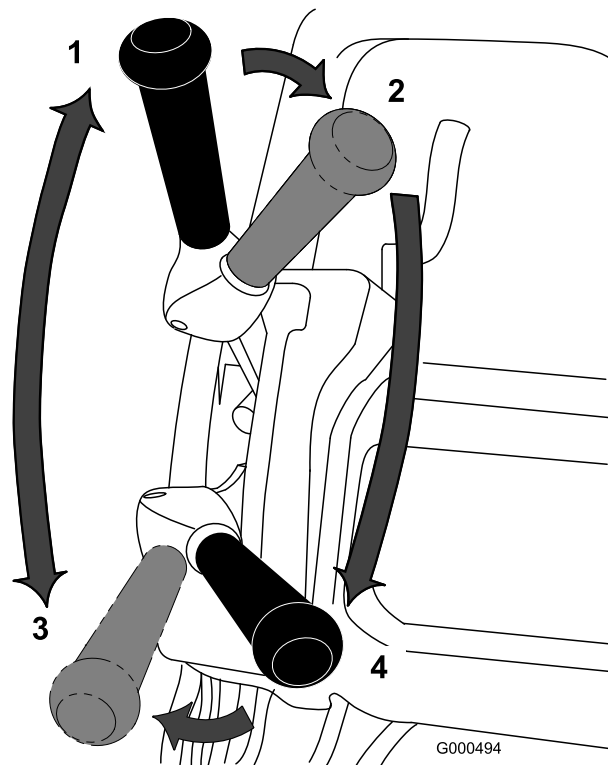

图30
1. 启动发动机将油门设置为低速向下推动手柄以提起滚刀组压低操作员到位控制装置将牵引杆移至接合位置使机器行驶到果岭的环圈上 图30。
2. 将牵引杆移至“分离”位置然后接合滚刀驱动杆 图30。
3. 将牵引杆移至接合位置增加油门速度直至机器按照所需的地面行驶速度行驶将机器行驶到果岭区上放下机器的前部然后开始剪草 图30。